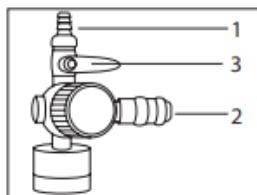

Рис. 4
9. Благодаря конструкции компрессора, Вы можете подключать одновременно два инструмента. На выходе из компрессора предусмотрены штуцера двух типов: «елочка» (Рис. 4, п. 1) и быстросъемный (Рис. 4, п. 2).
К инструменту, подключенному к быстросъемному штуцеру, воздух поступит автоматически. Для подачи давления к инструменту, подключенному к штуцеру типа «елочка», откройте шаровой кран (3) (Рис.4). Рабочее давление на выходе может изменяться непосредственно в процессе работы регулятором. Также можно отрегулировать расход воздуха отдельно только у инструмента, подключенного к штуцеру типа «елочка» посредством регулировки положения крана (3) (Рис.4).
обоих инструментах будет одинаковым, а расход воздуха будет распределяться пропорционально соотношению проходных сечений инструментов или выходных штуцеров в случае регулирования расхода воздуха краном, т.е. при увеличении расхода воздуха через штуцер (1) (Рис.4) будет уменьшаться расход воздуха через штуцер (2) (Рис.4.), и наоборот.
- к штуцеру типа «елочка» – закройте кран (3) (Рис.4), ослабьте хомут (если установлен), смените шланги инструмента, снова затяните хомут и откройте кран, установив необходимый расход воздуха;
3. Снизьте давление до 1 бар, открыв штуцер «елочка» (1) (Рис.4).